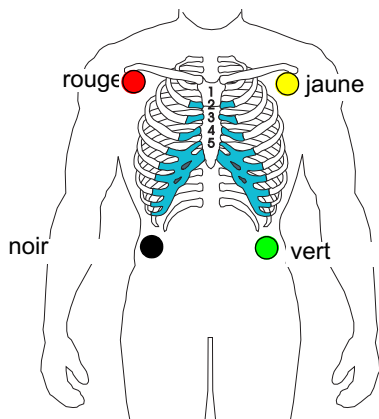
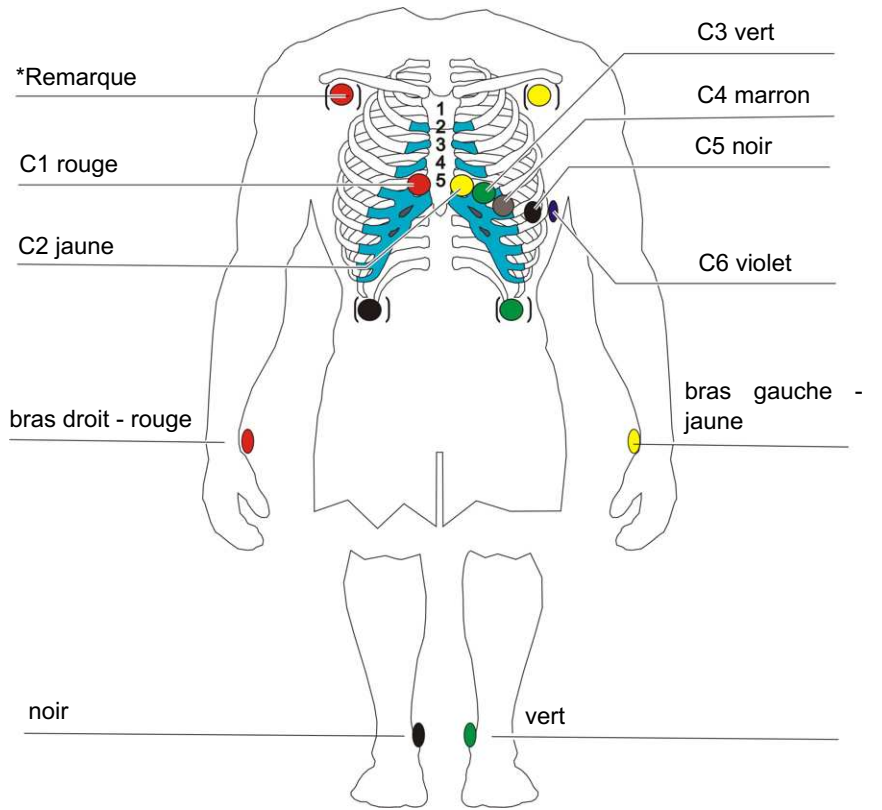

Fig. 4.4 Câble à 4 brins
Fig. 4.5 Câble à 10 brins
1. Placer les électrodes tel qu'illustré: Fig. 4.4 ou Fig. 4.5.
1. Appliquer les électrodes du câble ECG à 10 brins, tel qu'illustré dans la Fig. 4.5.
1. Appliquer les électrodes du câble ECG à 4 brins, tel qu'illustré dans la Fig. 4.4.